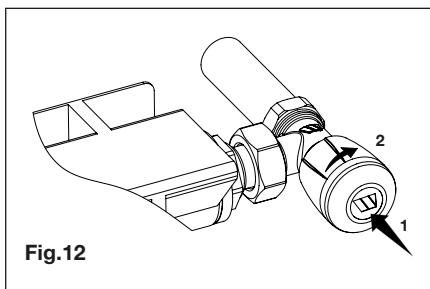

Fig.12
- Avvitare il volantino, fino in battuta (chiusura valvola), facendo pressione sullo stesso (Fig.12);